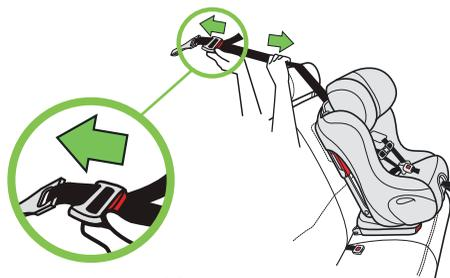

Figure 102
- Allongez la courroie d'ancrage supérieure en pressant et en tenant le bouton de réglage de la courroie d'ancrage supérieure, tout en tirant sur la bandoulière, comme sur la **Figure 102**.